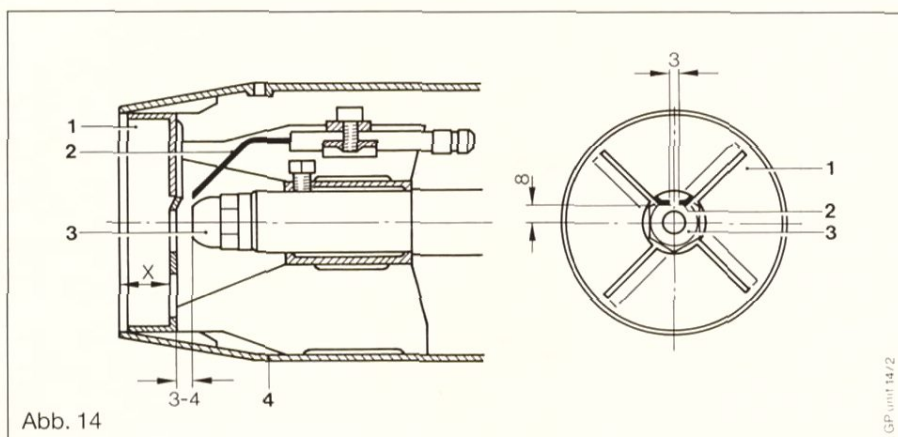

Abb. 14
- b) Lösen der Konterrändelmutter (5) und drehen an der Einstellrändelschraube (4) nach rechts, ergibt weniger Pressung an der Stauscheibe (weniger CO_2), (Maß x wird größer. Siehe Abb. 14), nach links ergibt mehr Pressung an der Stauscheibe (mehr CO_2), (Maß x wird kleiner. Siehe Abb. 14).
Legende zu Abb. 14
Die in Abb. 14 angegebenen Abstände zur Brennerdüse (3), zur Stauscheibe (1) und zueinander sind genau einzuhalten.
Zur Beachtung: Mischeinrichtung mit Zündeletroden (2) beim Einbauen nicht verdrehen. Aus Gründen der Funktionssicherheit die in Abb. 14 dargestellte Stellung beibehalten!